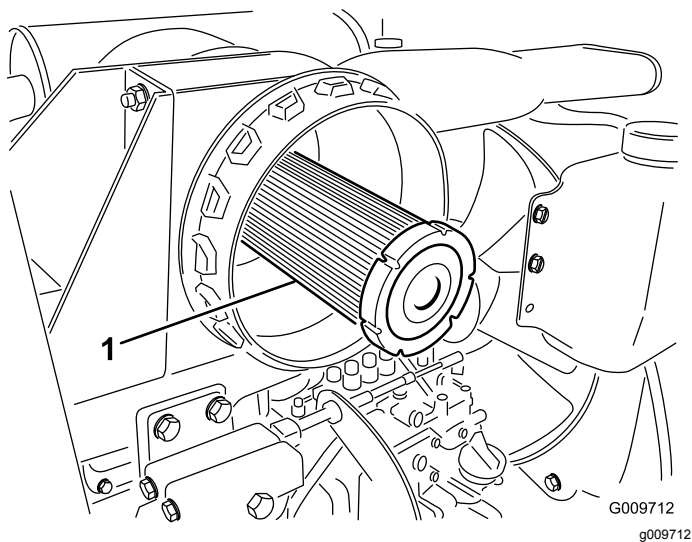

Figura 41
**Importante:** Non cercate mai di pulire il filtro di sicurezza (Figura 41). Sostituitelo ogni 3 interventi di manutenzione sul filtro primario.